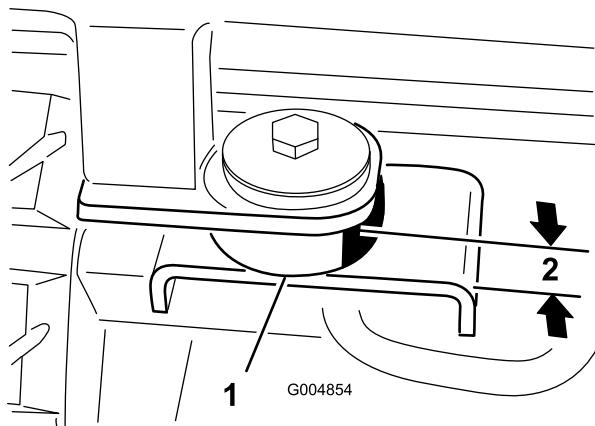

Figura 24
11. En los puntos de montaje traseros, sujeté la cabina a la máquina con un perno (1/2 x 3 pulgadas), una arandela de acero (1/2 x 2-1/2 pulgadas), una arandela de goma (1/2 x 2-1/2 pulgadas) y una tuerca (1/2 pulgada) (Figura 24). Apriete los cuatro pernos de montaje de la cabina hasta que los tacos de goma queden comprimidos a un grosor de 7/8 pulgada (2,2 cm).